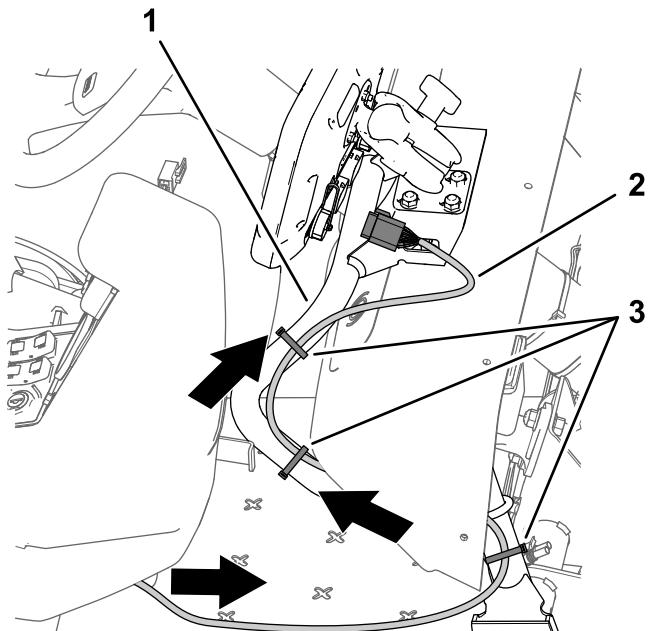

图207
1. 沿仪表板下方朝前布置 220cm 数据线束支管带 26 插槽接头的线束支管 图207。
2. 沿监控器支撑管布置 220cm 数据线束支管 图207
4. 如 图207 所示确保 220cm 数据线束支管足够松弛以便允许打药机操作员调整监控器的位置并用扎带将线束固定至监控器支撑管。